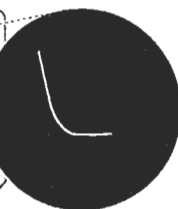

Fig. 27b
- Zet het X -kanaal van de oscilloscoop op „extern” en het X - en Y -kanaal op „D.C.”. Plaats de lichtstip 2 cm onder het midden van het scherm met behulp van de X - en Y -verschuiving. Regel daarna de spanning van de bron en de X - en Y -versterking tot een afbeelding volgens fig. 27b zichtbaar wordt.